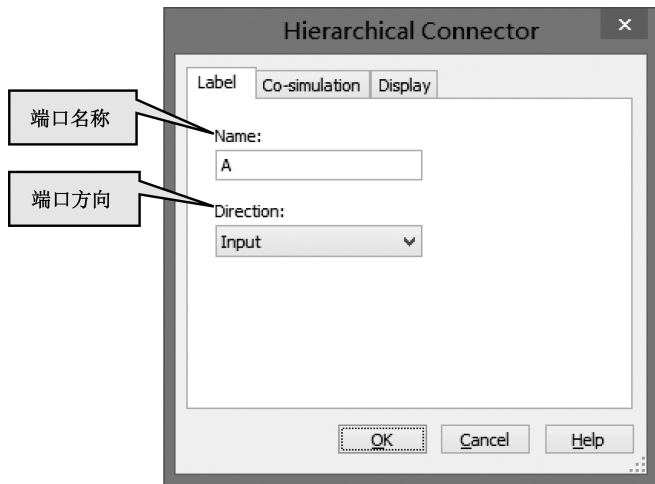

图 4.5.3 端口变量属性设置
(3) 输入、输出变量放好后, 可双击打开其属性框进行修改, 如图 4.5.3 所示。